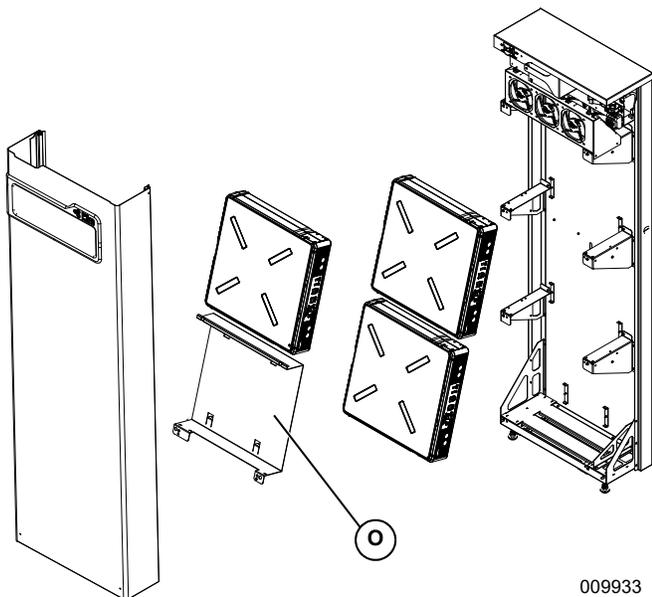

Figure 4-22. Intercalaire de module
Voir Figure 4-22. Les intercalaires de module (O) doivent être posés sur toute console à un seul module.